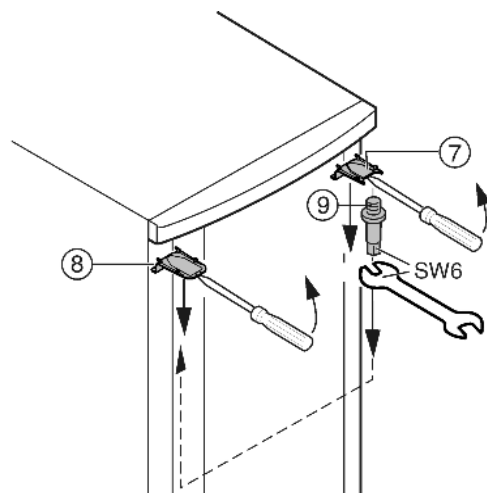

Fig. 6
- ▶ Za pomocą śrubokrętu podważyć z przodu osłonę Fig. 6 (7) u góry i wyjąć je skośnie w dół.
- ▶ Wykręcić trzpień zawiasu Fig. 6 (9) i wkręcić mocno po przeciwnej stronie (z siłą 4 Nm).
- ▶ Ponownie zamontować osłonę Fig. 6 (7) po stronie sworznia łożyska: nasadzić z tyłu i zazębnić z przodu.
- ▶ Zamontować osłonę Fig. 6 (8) po przeciwległej stronie: nasadzić z tyłu i zazębnić z przodu.
- ▶ Drzwi zawiesić na górze na trzpieniach zawiasów Fig. 6 (9).